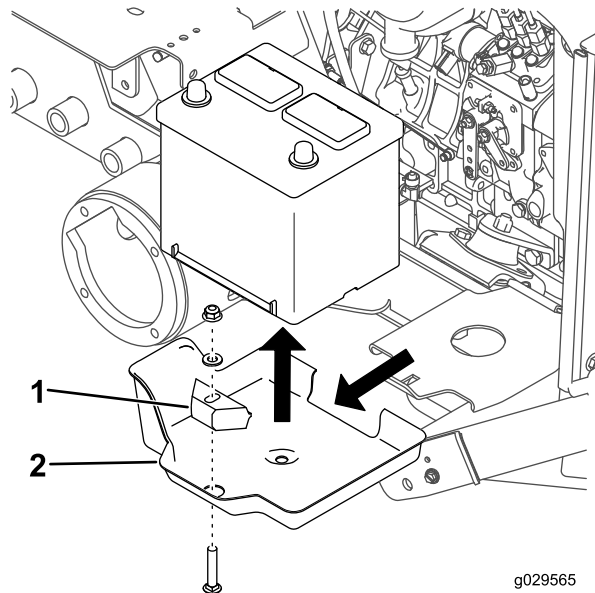

Figura 8
3. Rimuovete il bullone a testa tonda, la rondella, il dispositivo di fissaggio e il dado che fissano la batteria (Figura 8).
4. Rimuovete la batteria dalla relativa cassetta (Figura 8).
5. Staccate la cassetta della batteria dalla relativa base (Figura 8).